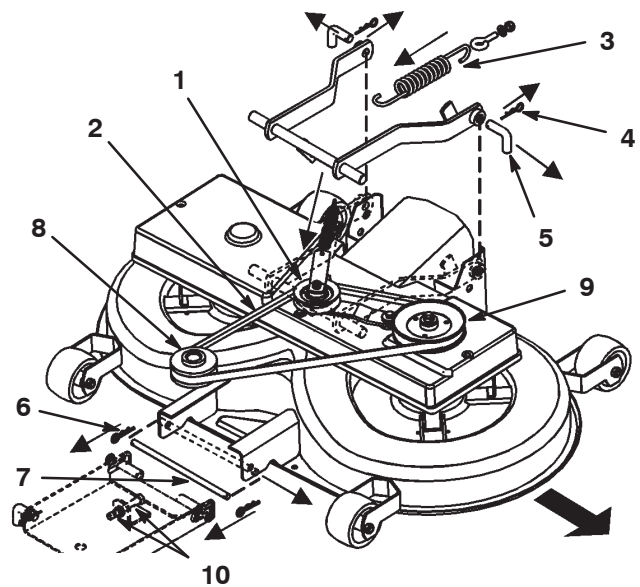

Bild 39
8. Ziehen Sie den Spannarm nach innen. Nehmen Sie den Keilriemen von der Scheibe ab (Bild 39).
9. Nehmen Sie die Feder vom Schalthebel ab (Bild 39).
11. Entfernen Sie die zwei Splintclips von den zwei hinteren Stiften und nehmen Sie die Stifte ab (Bild 39).
12. Entfernen Sie den Splintclip vom vorderen Stift und nehmen Sie den Stift ab (Bild 39).
13. Entfernen Sie den Keilriemen von der Motorscheibe (Bild 39).
2. Entfernen Sie den Keilriemen und den Antriebsarm (Bild 39).
7. Drehen Sie den unteren Stift der Einstellung für die vordere Aufhängung in die untere Stellung der geschlitzten Löcher. Stellen Sie hierfür die 2 Muttern (M12) an der vorderen Aufhängung ein (Bild 39).